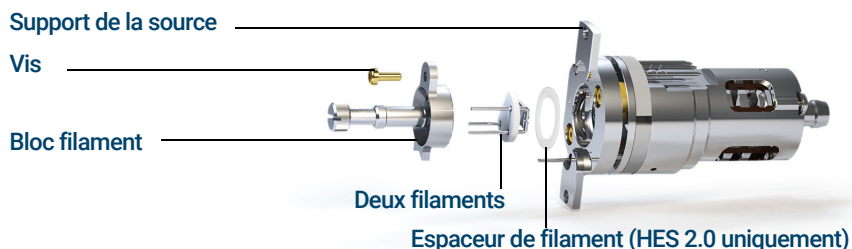

Figure 70. Remplacement des deux filaments
- 4 Déposer la vis fixant le bloc filament dans le support de la source. (Voir **Figure 70**.)
- 2 Insérer les trois broches sur les deux filaments par l'arrière du bloc filament. (Voir **Figure 70** page 235.)